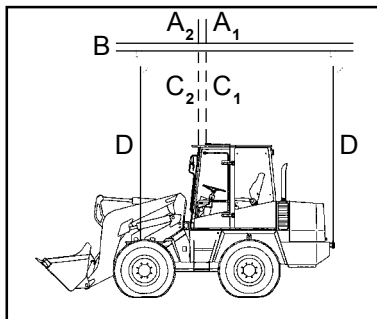

Bild 7-4
- Der Aufnahmepunkt ((7-4/A₁ - Gerät ohne Standardschaufel) bzw. (7-4/A₂ - Gerät mit Standardschaufel)) des Tragmittels (7-4/B) muß genau senkrecht über dem Schwerpunkt (7-4/C₁ bzw. 7-4/C₂) des Gerätes liegen (siehe Bild 7-4), damit sich das Lastaufnahmemittel **waagrecht** über der Längsmittelachse des Gerätes befindet.
- Le point de levage (7-4/A₁ - engin sans godet standard) respectivement (7-4/A₂ - engin avec godet standard) du moyen de levage (7-4/B) doit être exactement à la verticale du centre de gravité (7-4/C₁ resp. 7-4/C₂) de l'engin (voir figure 7-4), de manière à ce que le moyen de levage soit horizontal et parallèle à l'axe longitudinal de l'engin.